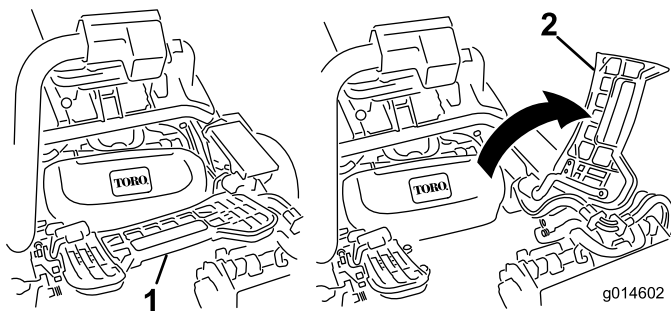

Figura 34
2. Eleve o apoio de pé e incline-o para aberto, permitindo o acesso à posição da unidade de corte central (Figura 34).